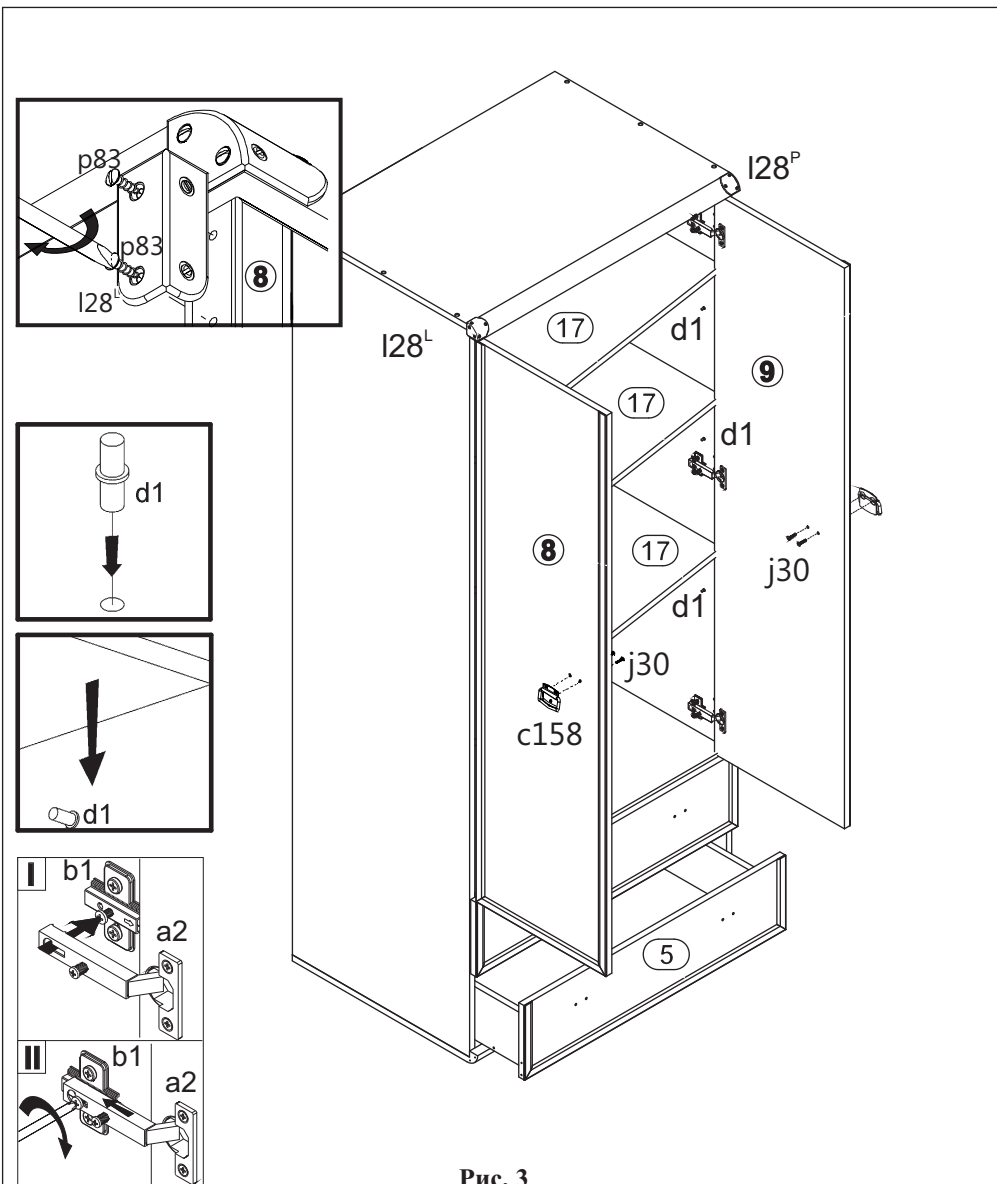
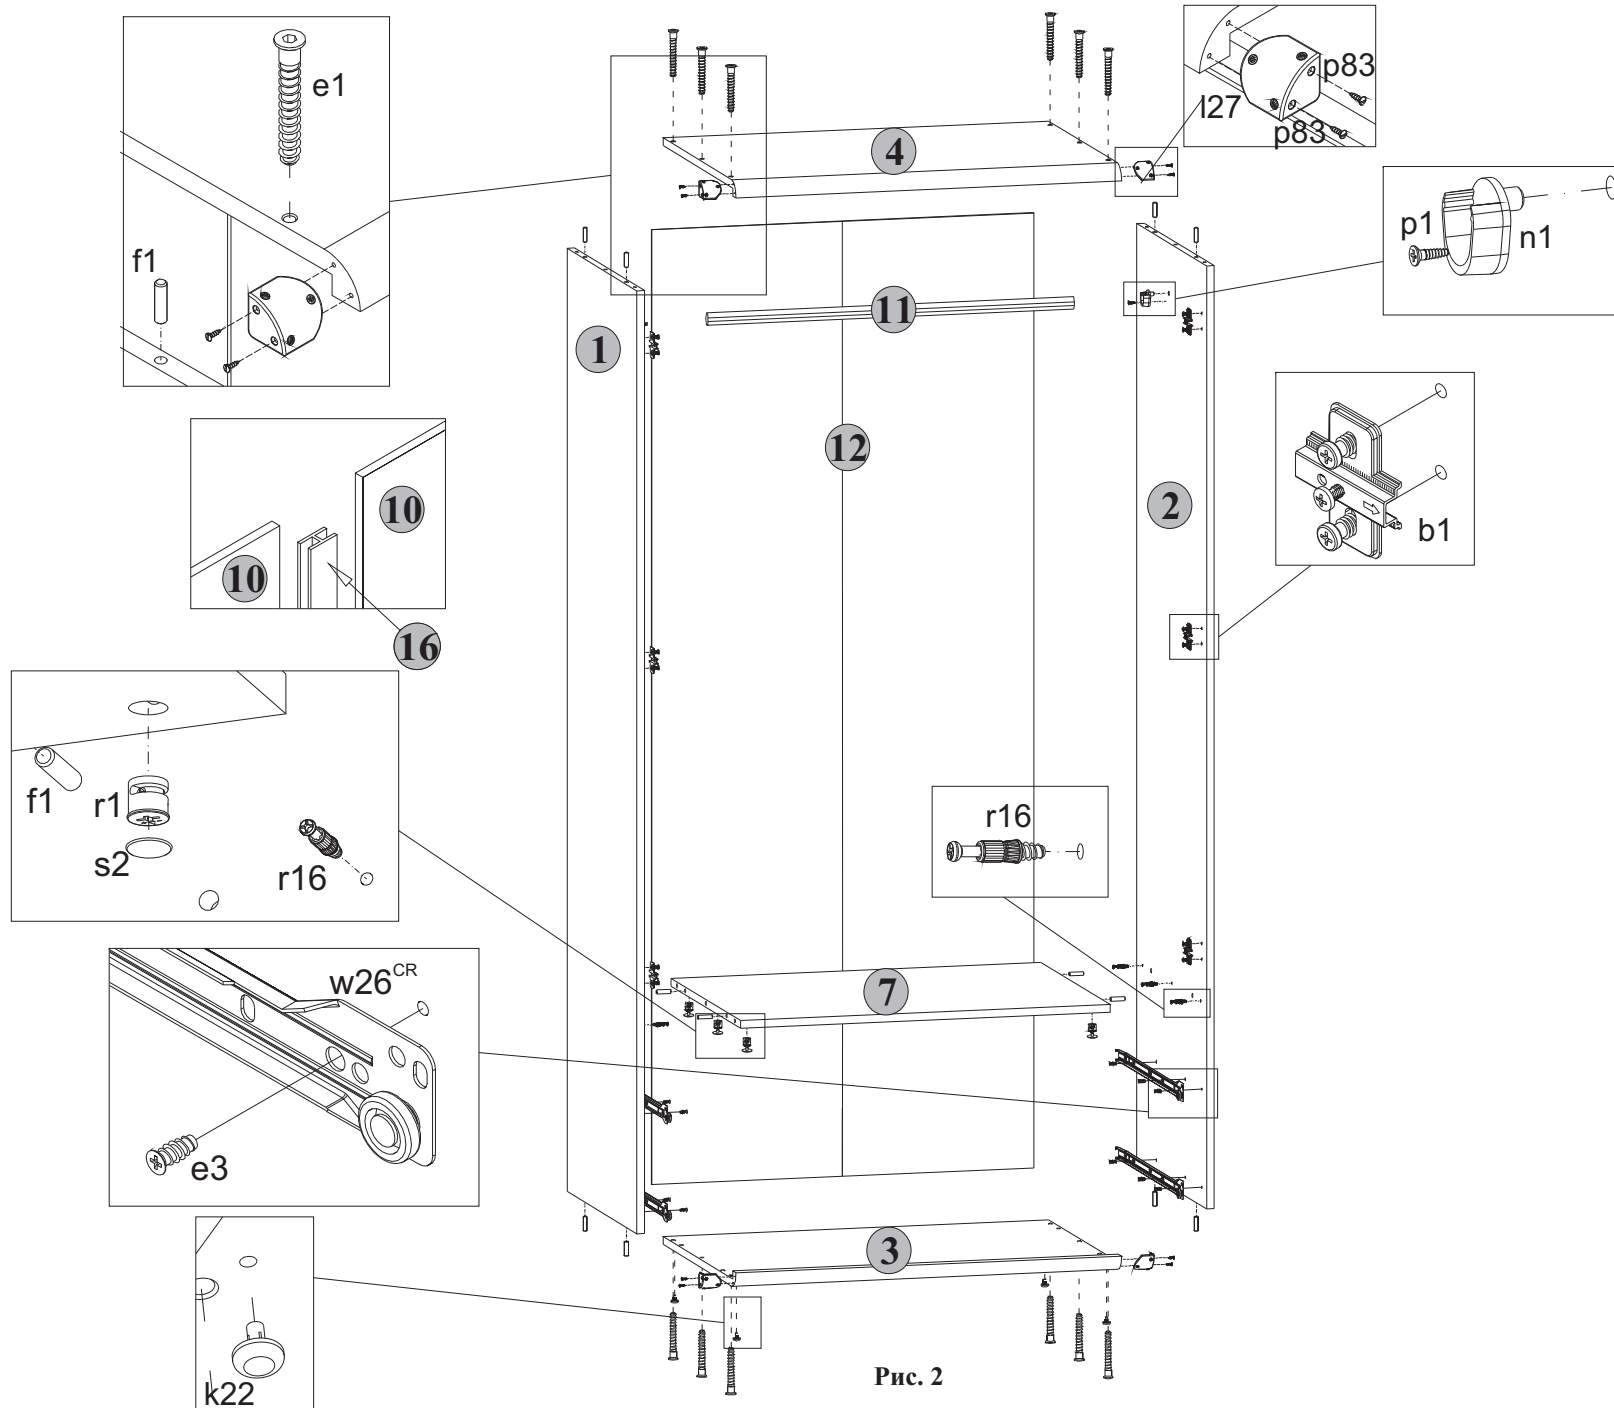

Рис. 3
Рис. 2
5.26 Положить двери 8 и 9 фасадной поверхностью вниз на ровную поверхность. Закрепить на дверях петли шарнирные a2, пользуясь крестообразной отверткой (см.рис.3).
5.27 Навесить двери на корпус шкафа, совместив петли шарнирные a2 с направляющими петель b1 (см.рис.3). При необходимости отрегулировать положение дверей вращая регулировочные винты (см.рис. 2).
5.28 К боковой левой кромке на двери 8 у верхнего угла шурупами p83 закрепить накладку декоративную I28s, пользуясь плоской отверткой (см.рис. 3).
5.29 К боковой правой кромке на двери 9 у верхнего угла шурупами p83 закрепить накладку декоративную I28p, пользуясь плоской отверткой (см.рис. 3).
5.30 В отверстия диаметром 5 мм на внутренних поверхностях дверей 8 и 9 вставить шурупы j30, снаружи совместить отверстия ручек c158 с резьбой шурупов и завернуть шурупы j30 пользуясь крестообразной отверткой удерживая ручки (см.рис. 3).
5.31 Для изделия Шкаф JSZF 2d2s установить штангу 11 на штангодержатели n1 (см.рис. 2).
5.32 Для изделия Шкаф JSZF 2d2s с полками установить полки 17 на полкодержатели d1 (см.рис. 3).
5.2 В отверстия диаметром 8 мм на верхних и нижних кромках стенок боковых 1 и 2, а также на боковых кромках полки соединительной 7 вбить деревянные шканты f1 (см.рис. 2).
5.5 В отверстия диаметром 5 мм над направляющими роликовыми w26CL и w26CR на внутренних поверхностях стенок боковых 1 и 2 вкрутить винты стяжки r16, пользуясь крестообразной отверткой (см.рис. 2).
5.6 Для изделия Шкаф JSZF 2d2s в отверстия диаметром 8 мм на внутренних поверхностях стенок боковых 1 и 2 вставить штангодержатели n1 и закрепить шурупами p1, пользуясь крестообразной отверткой (см.рис. 2).
Для изделия Шкаф JSZF 2d2s с полками в отверстия диаметром 5 мм на внутренних поверхностях стенок боковых 1 и 2 вставить полкодержатели d1 (см.рис. 2).
5.7 На нижней поверхности полки соединительной 5 в отверстия диаметром 15 мм вставить стяжки эксцентриковые r1 (см.рис. 2).
5.8 В отверстия диаметром 4,5 мм на нижней поверхности щита нижнего 3 вставить опоры полимерные k22 (подпятники) (см.рис. 2).
5.10 К стенкам боковым 1 и 2 присоединить щиты нижний 3 и верхний 4 и стянуть еврошурупами e1, пользуясь специальным ключом z1 из комплекта фурнитуры (см.рис. 2).